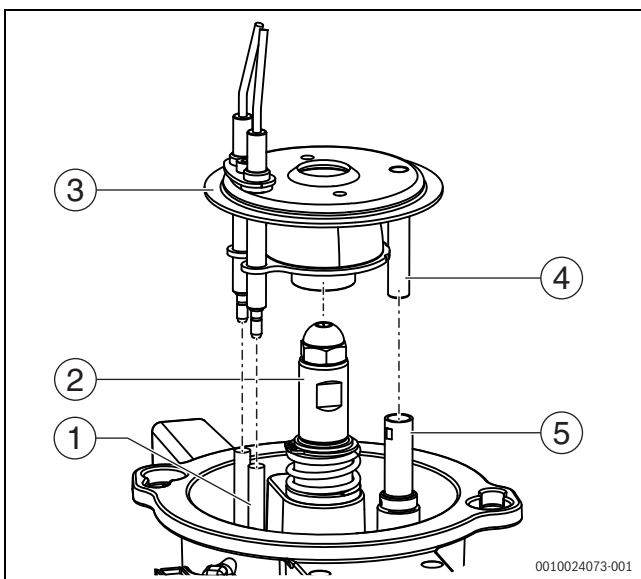

Bild 72 Mischsystem montieren
- ▶ Sichtrohr des Mischsystems und Halterohr des Flammenfühlers (→ Bild 72) innen mit geeignetem Hilfsmittel, wie z. B. Wattestäbchen, Langbürste (Pfeifenreiniger) reinigen.